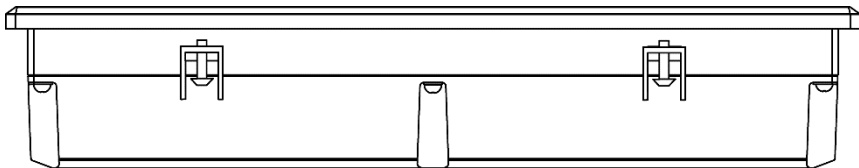

Рисунок 4.1 - Установка крепежных зажимов
3. Крепежные зажимы вставляются в вырезы, имеющиеся на верхней и нижней сторонах корпуса (см. рисунок 4.1).